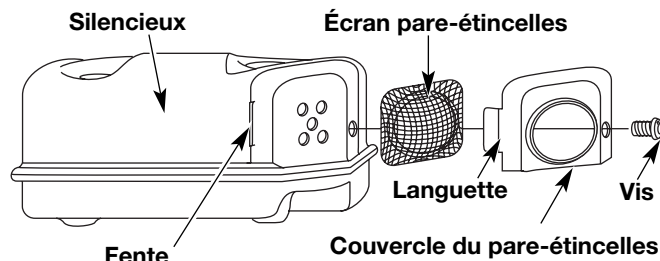

Fig. 41
2. Retirez la vis retenant le couvercle du pare-étincelles au silencieux à l'aide d'un tournevis à lame plate ou à mèche no. T-20 Torx (Fig. 41).